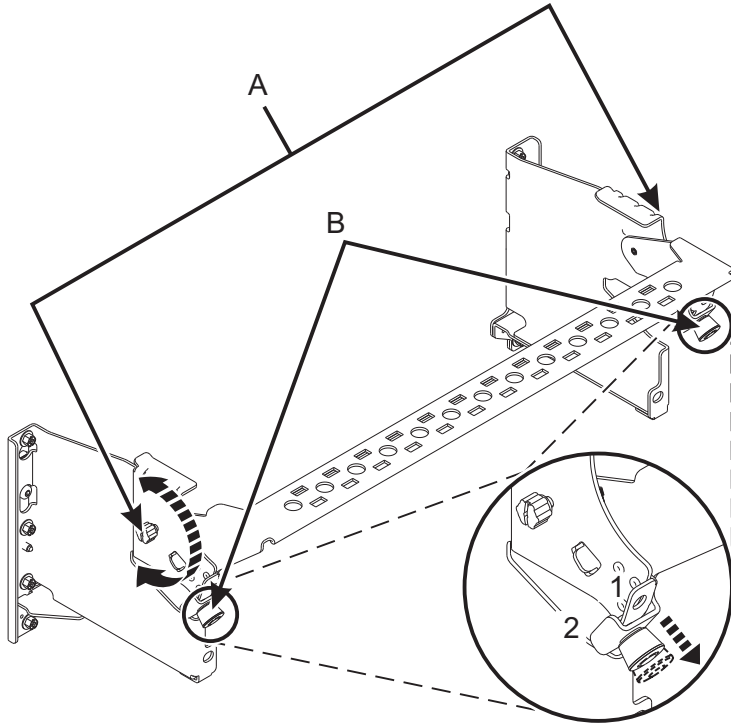

Figure 48. Placement du crochet de routage des câbles en position de fonctionnement
5. Placez le crochet de routage des câbles en position de maintenance. Voir figure 48, à la page 48.